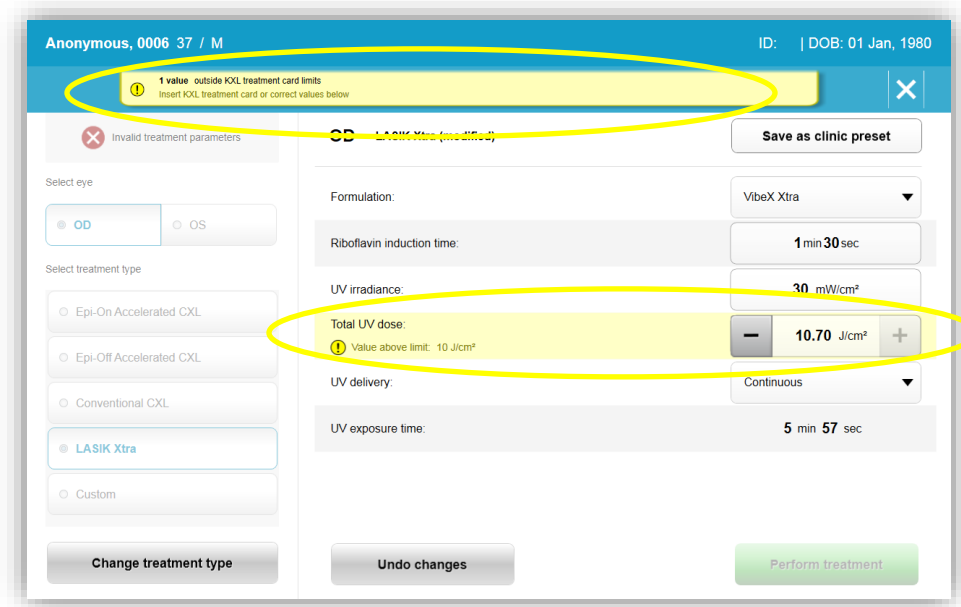

Figura 3-17. Parâmetros de tratamento inválidos
- o Caso o usuário tenha o cartão de tratamento inserido durante a programação dos parâmetros de tratamento que estão fora do(s) valor(es) permitido(s) controlado(s) pelo cartão RFID, a seguinte mensagem aparecerá e 'realizar tratamento' não poderá ser selecionado, conforme mostrado na Figura 3-17.